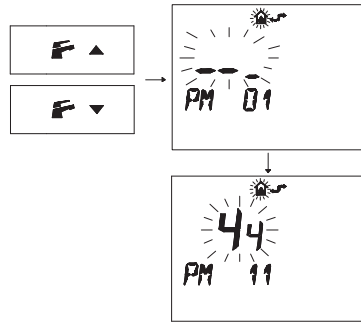

Fig. 5.76
- Premere i pulsanti $\text{F}\downarrow$ o $\text{F}\uparrow$ per visualizzare la programmazione "**PM11**" della postcircolazione pompa (Fig. 5.76).